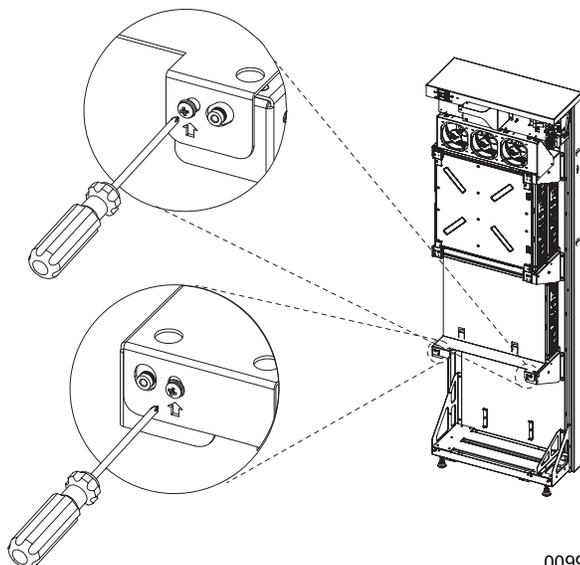

Figure 4-25. Pose de l'entretoise de module (3 de 3)
4. Voir **Figure 4-25**. Attacher l'entretoise avec deux vis M4 x 8 mm SEMS fournies et serrer à un couple de 13 po-lb (1,47 Nm).